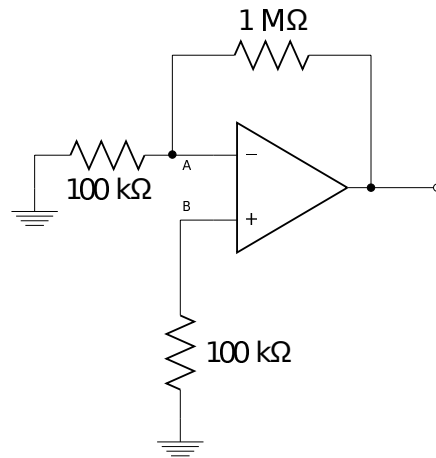

Figura 10.3: Esquemático para medir la impedancia de entrada del Amp. Op.
6. Alimentar el circuito de la figura 10.3 y medir el voltaje A. $V_a = \text{----mV}$.
7. Alimentar el circuito de la figura 10.3 y medir el voltaje B. $V_b = \text{----mV}$.